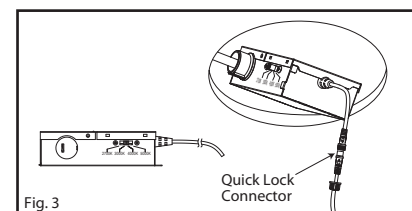

Fig. 3
4. Connect junction box to recessed LED panel with the quick lock connector. (Fig. 3)
5. Move the slide switch to your appropriate light color (2700K/3000K / 4000K / 5000K). Place junction box into the ceiling through cut-out. (Fig. 3)
4. Connectez la boîte de jonction au panneau LED encastré avec le connecteur à verrouillage rapide. (Fig. 3)
5. Déplacez le commutateur pour choisir la couleur de lumière appropriée (2700K / 3000K / 4000K / 5000K). Placez la boîte de jonction dans le plafond à travers la découpe. (Fig. 3)